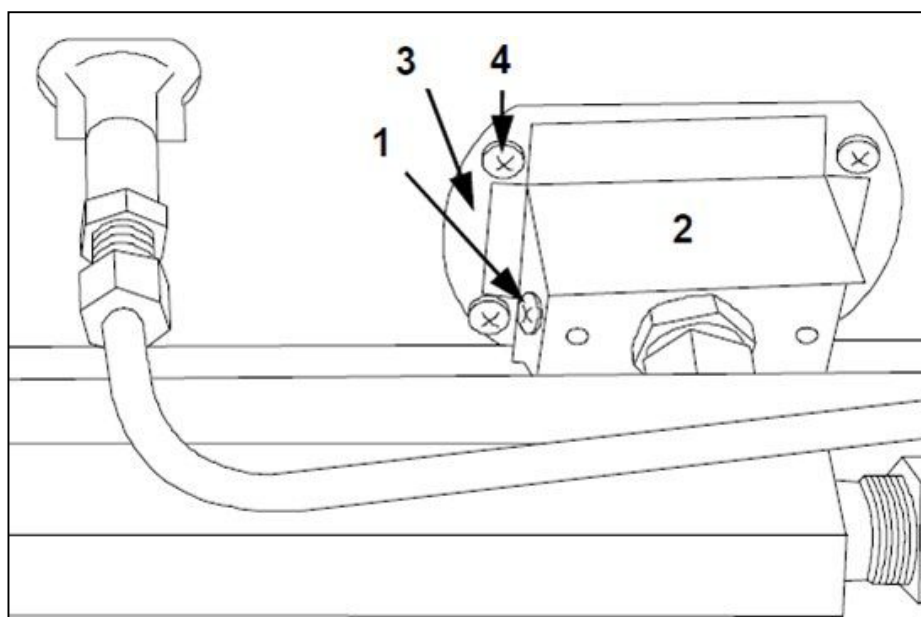

FIG.16
- Rimuovere la serranda aria bruciatore (FIG.16-rif.2) svitando la vite (FIG.16-rif.1) e rimuovendola lateralmente;
- Svitare le 4 viti (FIG.16-rif.4) e rimuovere il bruciatore (FIG.16-rif.3) e sostituirlo;